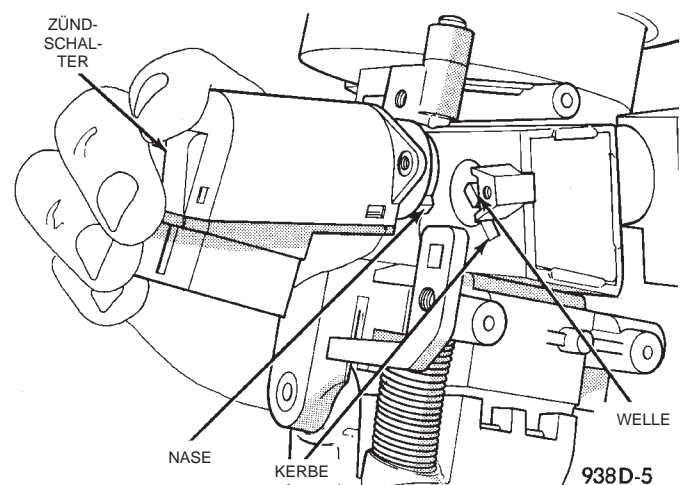

Abb. 40 Zündschalter ausrichten
- (1) Eine Nase am Zündschalter fluchtet mit einer Kerbe am Schließzylindergehäuse (Abb. 40). Ein Schlitz am Ende des Zündschalters paßt außerdem über die Welle am Ende des Schließzylindergehäuses. Den Schließzylinder so mit dem Zündschlüssel drehen, daß der Zündschalter korrekt zum Schließzylindergehäuse ausgerichtet ist.
- (2) Befestigungsschrauben des Zündschalters eindrehen und festziehen.
- (3) Steckverbinder am Zündschalter anschließen.
- (4) Kombischalter einbauen.
- (5) Bei Ausstattung mit SKIM-Modul: Einbau wie in Kapitel 8Q, "Elektrische Türverriegelung" beschrieben.
- (6) Obere und untere Lenksäulenabdeckung an der Lenksäule anbauen.
- (7) Verstellhebel anbauen.
- (8) Batterie-Minuskabel an der Batterie anschließen.